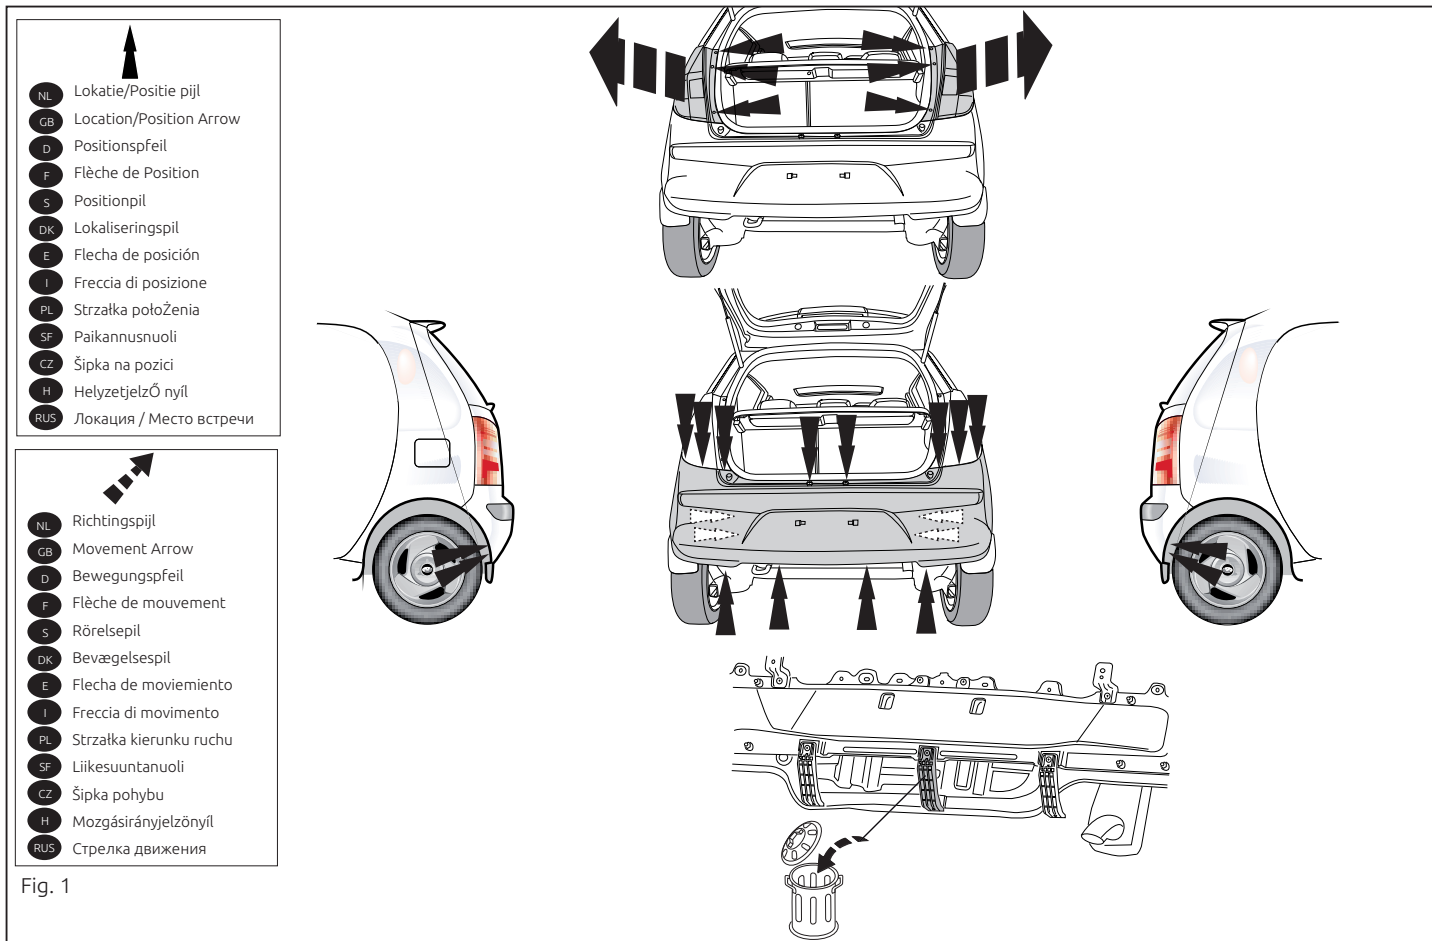

Fig. 1
zderzak. Patrz rysunek 1.
1. Снять оба блока задних фар. Снять пластмассовые защитные колпаки. Снять бампер. См. рисунок 1..